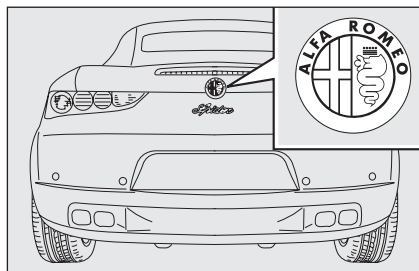
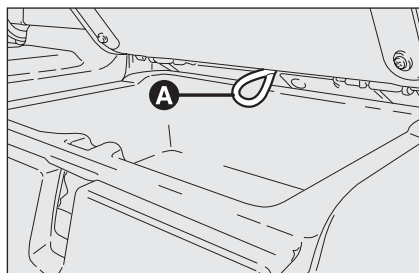

fig. 64
fig. 65
- ☐ aprire il bagagliaio premendo il tasto **A-fig. 64** o, se non possibile, aprire il vano portaoggetti posto dietro al sedile sinistro ed agire sul cavo per l'apertura manuale del bagagliaio **A-fig. 65**;